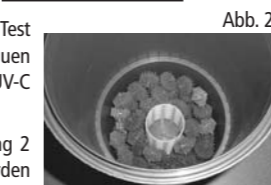

Abb. 2
- Das biologische Medium muss, wie in Abbildung 2 gezeigt, in das Filtergehäuse eingesetzt werden (außer bei Pressure-Flo 2500 UV-C).
- Überprüfen Sie, ob der Deckel (G) sicher mit der Deckelklammer (O) verschlossen ist und ob der O-Ring (P) richtig an seinem Platz sitzt. **WICHTIG:** Bevor Sie die Deckelklammer (O) anbringen, muss der Deckel (G) ganz heruntergedrückt werden, bis die Lücke zwischen Deckel und Filtergehäuse ganz verschwindet. Die Deckelklammer muss mit dem Sicherheits-Deckelverschluss richtig in der Kerbe des Schnappverschlusses einrasten. **WARNUNG:** Seien Sie vorsichtig, dass Sie nicht Ihre Finger oder das Netzkabel einklemmen, wenn die Deckelklammer in der Kerbe einrastet. Zur Sicherung kann ein Stützverschluss (nicht enthalten) in das untere Loch des Sicherheits-Deckelverschlusses (Z) gesteckt werden.
- Der Schalter zur Steuerung der Betriebsart (V) muss auf den „Filterbetrieb“ eingestellt sein; der Schalter weist in Richtung des Wasserauslasses (W). **Der Schalter (V) muss um volle 90° gedreht werden; stellen Sie ihn nicht auf eine dazwischen liegende Position.**